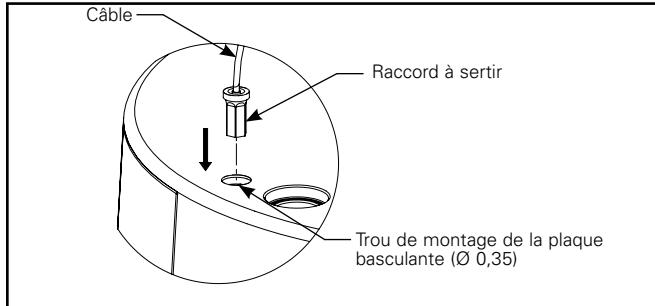

Figure 3.1.
- Insérez le câble métallique avec l'écrou à sertir dans le trou (0,89 cm [0,35 po]) du couvercle supérieur du concentrateur (figure 3.1).